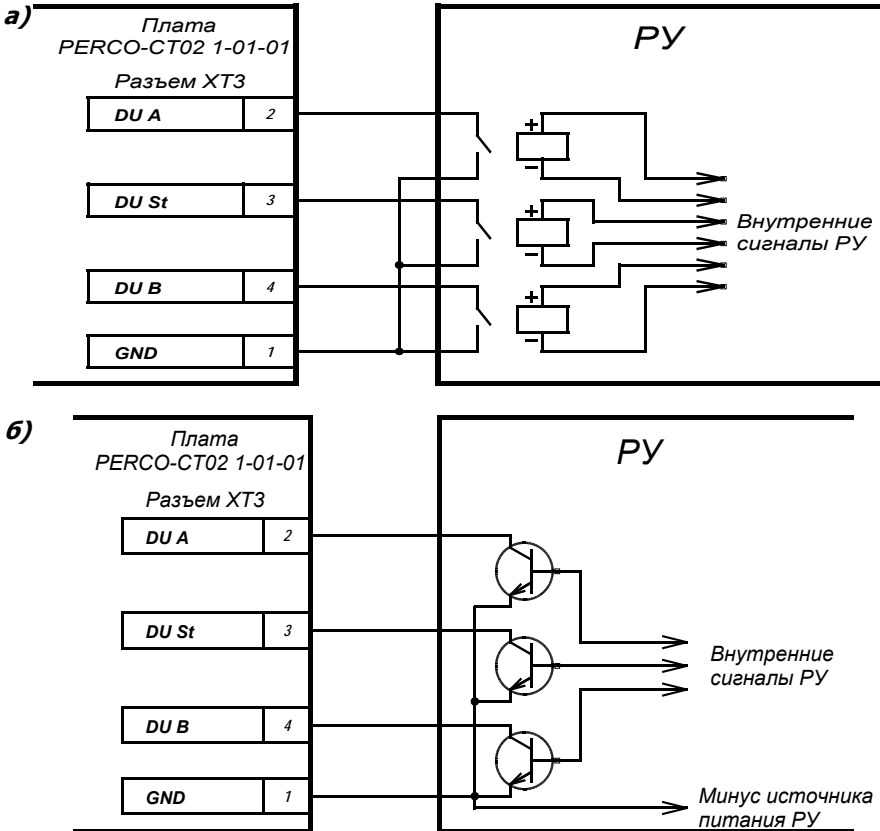

Рисунок 4 – Управляющие элементы устройства радиоуправления (РУ):
5.4.2 Управление ЭП осуществляется подачей на контакты клеммной колодки "ХТ3" DUA, DUS_t и DUB сигнала низкого уровня относительно контакта GND, при этом управляющим элементом могут быть нормально разомкнутый контакт реле или схема с открытым коллекторным выходом (см. рисунок 4).